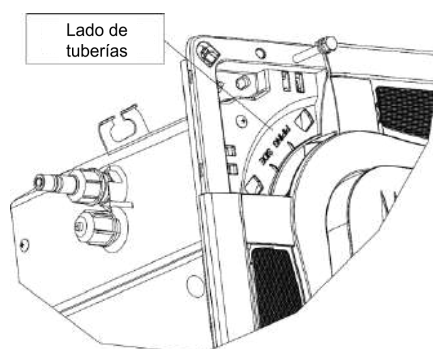

Fig.4.4.4
- (1) Retire la tapa de la esquina del panel, hay una marca "lado de la tubería" en una de las 4 esquinas, ajuste la dirección del panel para mantener la marca y los accesorios en la misma esquina, como se muestra en la Fig. 4.4.4